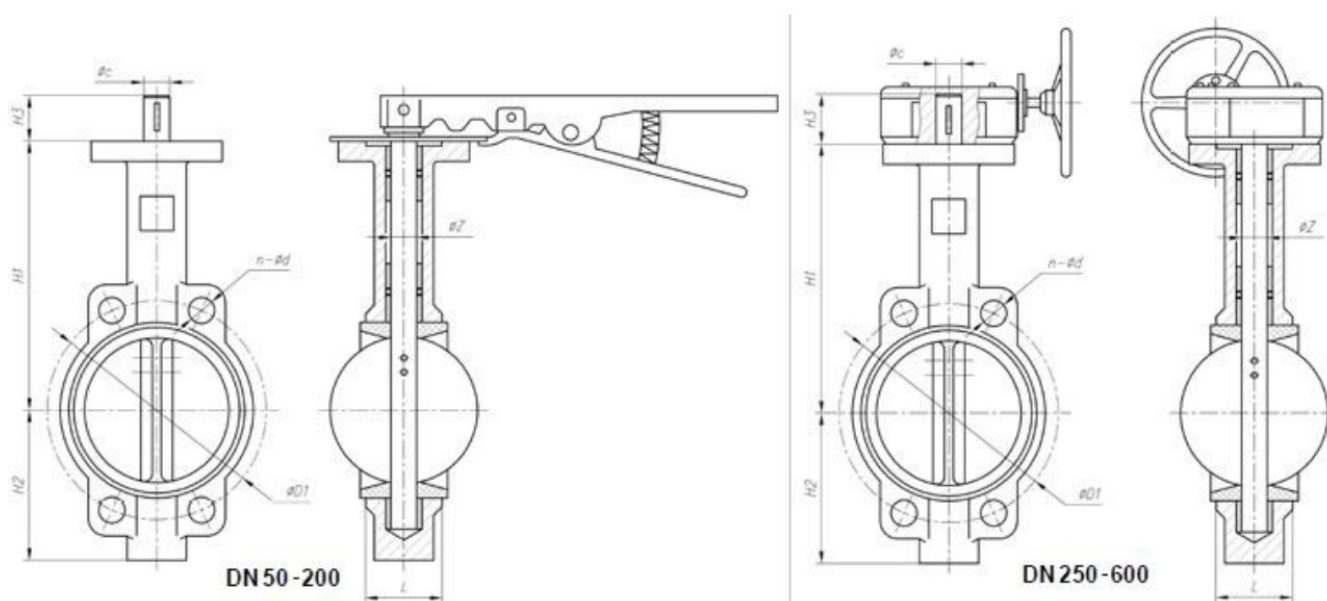

Рис.1
2.2 Основные габаритные и присоединительные размеры в мм, приведены в табл.2 и на рис.1.